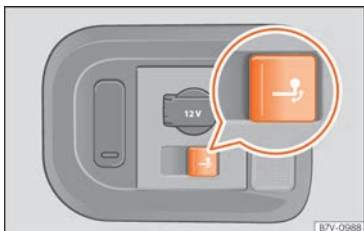

Abb. 276 Im Gepäckraum rechts: Taste zur Entriegelung der Anhängerkupplung.
- Ziehen Sie kurz an der Taste »» **Abb. 276**. Die Anhängerkupplung wird automatisch entriegelt und dreht selbsttätig heraus. Die Kontrollleuchte der Taste blinkt.
- Ziehen Sie kurz an der Taste »» **Abb. 276**. Die Anhängerkupplung wird elektrisch entriegelt.
- Wenn die Kontrollleuchte der Taste »» **Abb. 276** → blinkt, ist die Anhängerkupplung noch nicht vollständig eingerastet oder beschädigt »» ⚠.
- Wenn die Kontrollleuchte bei geöffneter Heckklappe »» **Abb. 276** → dauerhaft leuchtet, ist die Anhängerkupplung vollständig eingerastet, sowohl in eingezogener als auch in herausgeschwenkter Stellung.
- Drücken Sie keinesfalls die Taste »» Abb. 276, wenn ein Anhänger oder ein Gepäckträger oder anderes Zubehör auf der Anhängerkupplung eingehängt ist.